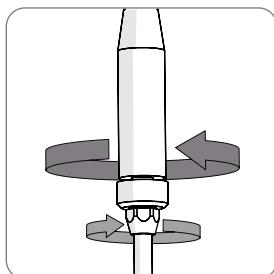

Fig 2
- Serrez complètement le gros écrou moleté afin de raccorder les deux parties de la lance ensemble. (**Fig. 2**)